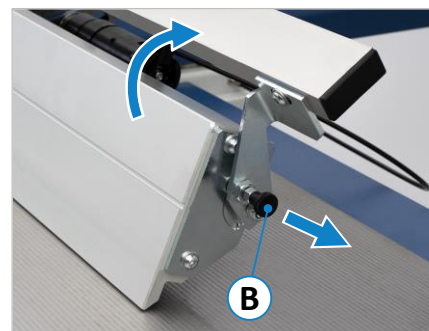

Figure 23 : butée auxiliaire
- En cas de non-utilisation, tirer le boulon d'arrêt **(B)** vers l'extérieur, faire pivoter la butée auxiliaire vers le haut (voir ⇒ Figure 23) et réenclencher le boulon d'arrêt **(B)**.